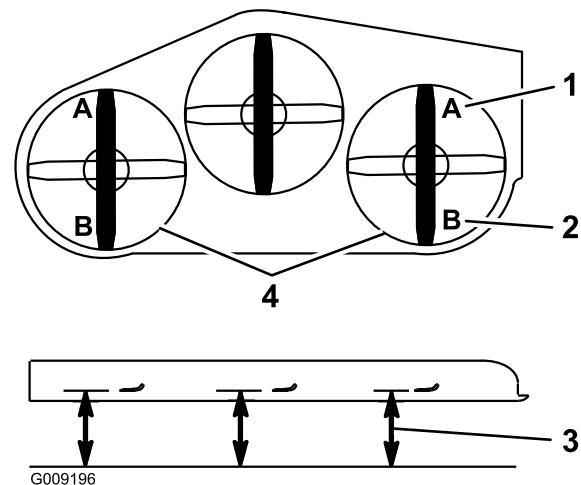

Figura 91
9. En ambos lados de la carcasa, mida desde la superficie nivelada hasta la punta delantera de la cuchilla (Posición A), según se muestra en Figura 91.
15. En ambos lados de la carcasa, mida desde la superficie nivelada hasta la punta trasera de la cuchilla (Posición B), según se muestra en Figura 91.